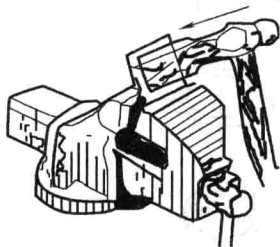

图 1-8 台虎钳受力要求
4) 进行强力作业时, 施力方向应朝向固定钳身, 否则就将额外增加丝杠和丝母的受力, 造成螺纹的损坏。严重时将折断丝母, 使台虎钳不能正常使用, 如图 1-8 所示。